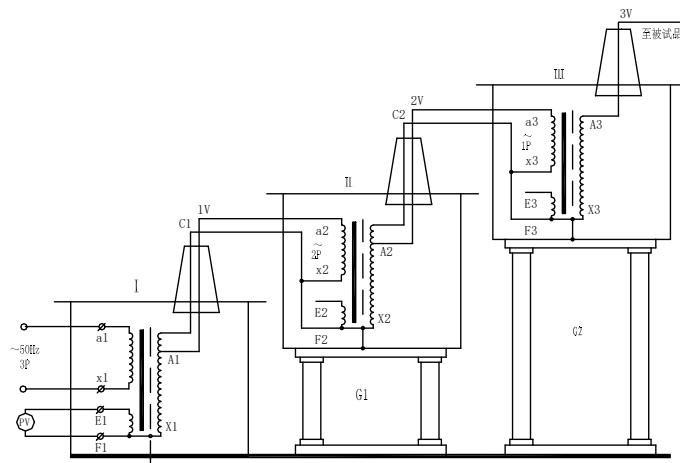

图 5：三台试验变压器串级接线原理图
3、三台试验变压器串级获得更高电压的接线原理见图 5。串级试验变压器有很大的优越性，因为整个试验装置由几台单台试验变压器组成，单台试验变压器容量小、电压低、重量轻，便于运输和安装。它既然可串接成高出几倍的单台试验变压器输出电压组合使用，又可分开成几套单台试验变压器单独使用。整套装置投资小，经济实惠。图 5 中，在第一级和第二级的每个单元试验变压器中都有一个励磁绕组 A1、C1 和 A2、C2。在串级试验变压器基本原理图中，低压电源加在试验变压器 I 的初级绕组 a1x1 上，单台试验变 I、II、III 的输出电压都是 V。励磁绕组 A1、C1 给第二级试验变压器 II 的初级绕组供电；第二级试验变压器 II 的励磁绕组 A2、C2 给第三级试验变压器 III 的初级绕组供电。第二级试验变压器 II 和第三级试验变压器 III 的箱体分别处在对地为 1V 和 2V 的高电位上，所以箱体对地是绝缘的，试验变压器 I 的箱体是接地的。这样第一级、第二级、第三级试验变压器对地的额定输出电压分别为 1V、2V、3V；其额定容量分别为 3P、2P、1P。